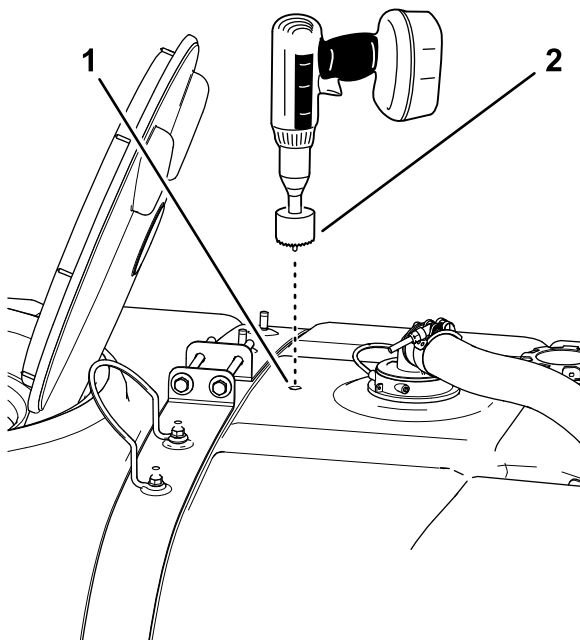

Figura 18
4. Utilizzate una sega a tazza per praticare un foro da 4,5 cm nel segno di foratura (Figura 18).